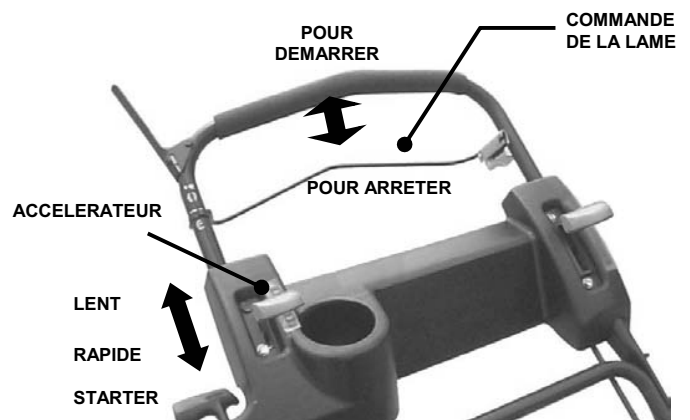

FIGURE 2.3
1. Déplacez la commande de vitesse du moteur plus loin que le cran « Fast » en position de « Starter » (voir le schéma 2.3). Voir figure 2.3.